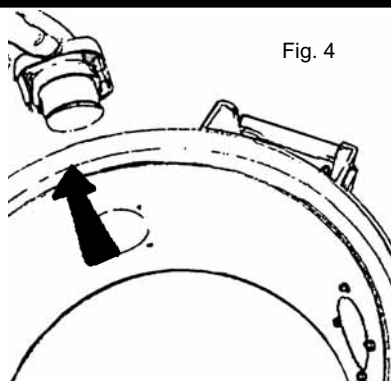

Fig. 4
2. Sortez l'enclencheur de l'appareil, voir fig. 4.